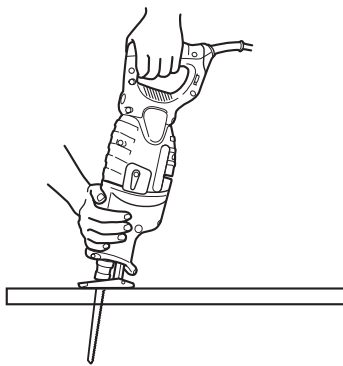

図 27
- (3) のこ刃が完全に切断材料をつきぬけるまでしっかり本体を保持してください。(図 27、28)